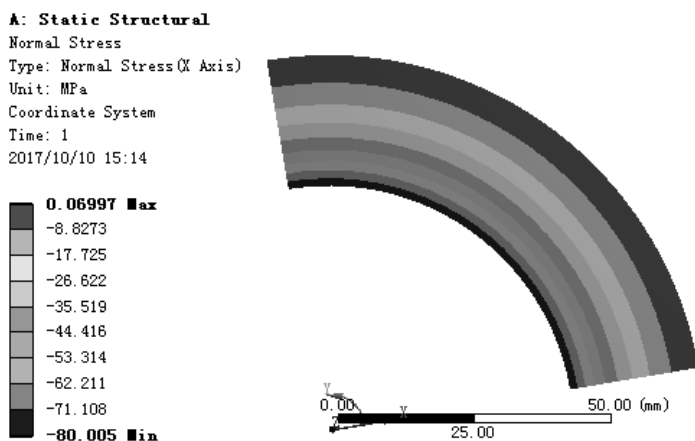

图 7.5.44 径向应力结果图解
(3) 查看径向应力结果图解。在“Outline”窗口中选中  **Normal Stress**，查看图 7.5.44 所示